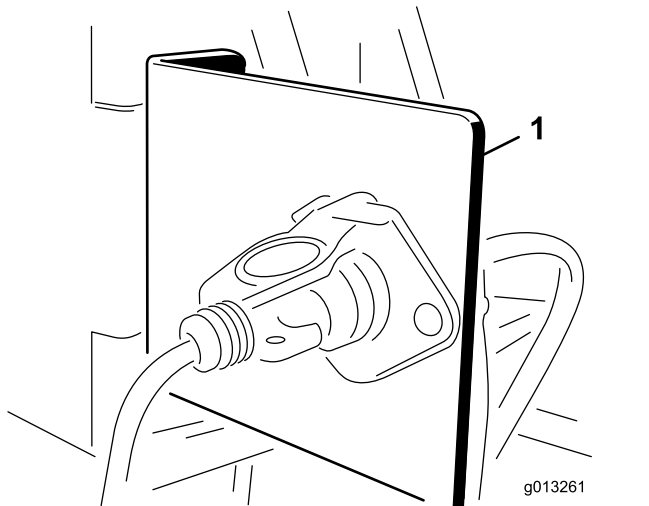

図 10
1. 電気ソケットブラケットを牽引車両後部の適当な場所に取り付け固定する付属のブラケット2種類のうちの1つを使用する 図 10。